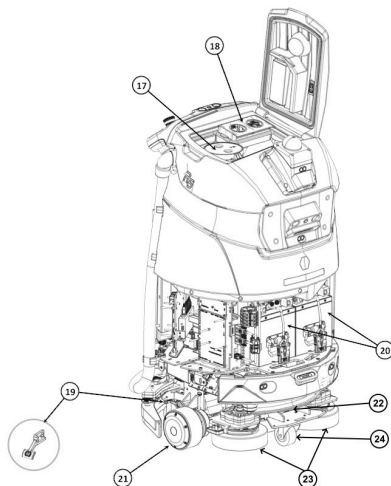

Figura 3
- 17. cestello raccogliдетriti (Figura 3)
- 18. filtro HEPA (Figura 3)
- 19. leva di sicurezza (Figura 3)
- 20. batteria (Figura 3)
- 21. ruota motrice (Figura 3)
- 22. filtro dell'acqua (Figura 3)
- 23. testata lavante (Figura 3)
- 24. ruota piroettante (Figura 3)